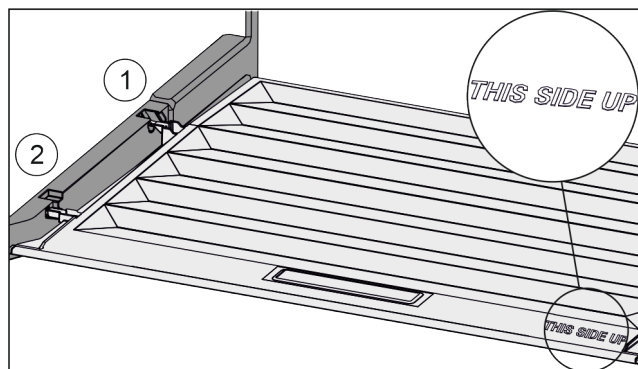

Fig. 43
- ▶ Výstupky víka zaveďte do zadních držáků Fig. 43 (1) a vpředu zaklesněte do držáku Fig. 43 (2).